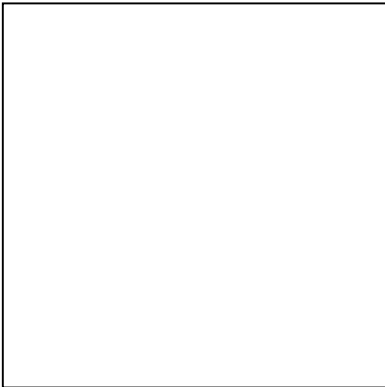

图 1.1
- 结构独特 本硬度计采用特殊的压头结构, 除了可进行一般传统硬度计所能完成的测试外, 还可以测试普通硬度计无法测到的表面, 如环状、管状零件内表面, 如图 1.1 所示。